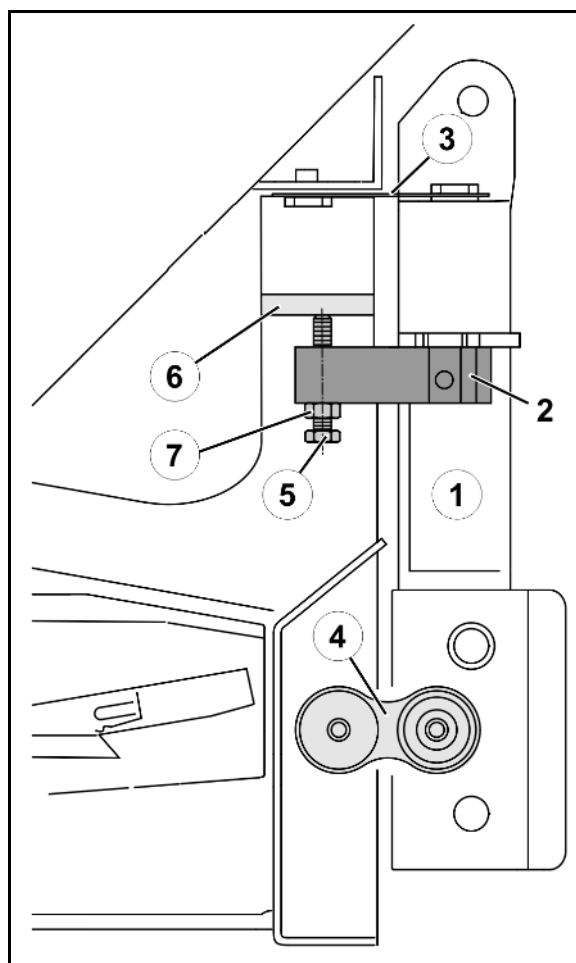

Рис. 52
Необходимое расстояние между упорными винтами (Рис. 52/1) и рамой со взвешивающим элементом составляет 2 мм.
1. Открутите контргайку (Рис. 52/2) lösen